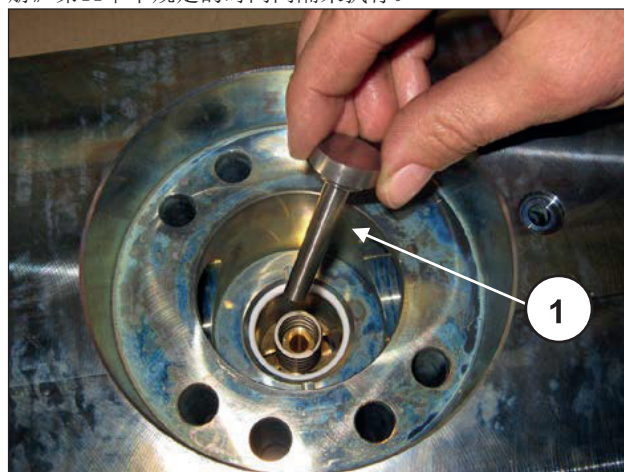
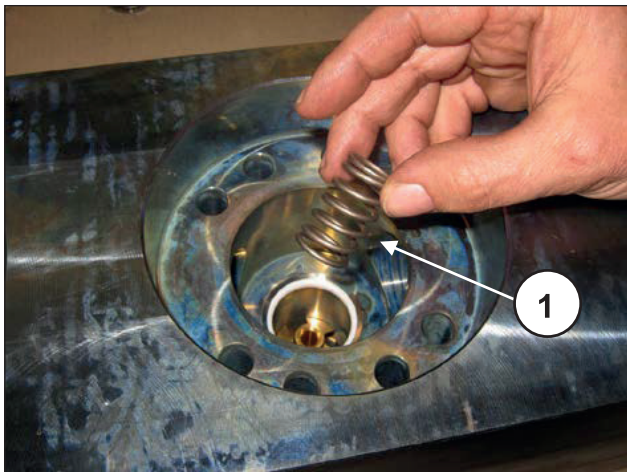
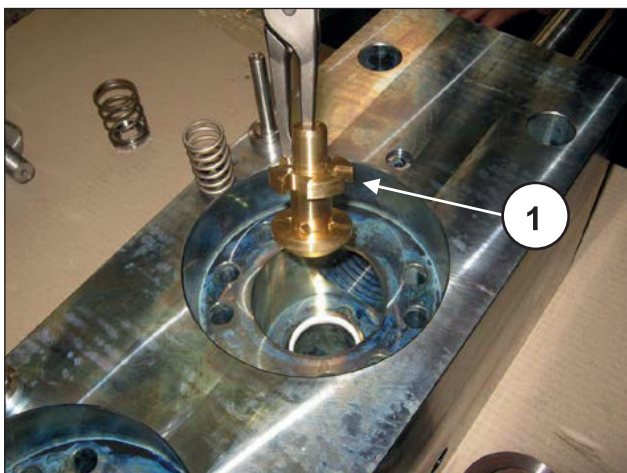

图 181
图 182
图 183
取出排出盘（①，图 181）以及相应的弹簧（①，图 182）、相应的导承（①，图 183）；检查其磨损状态，并在必要时进行更换。无论如何，这些操作将按照《使用和维护手册》第11章中规定的时间间隔来执行。